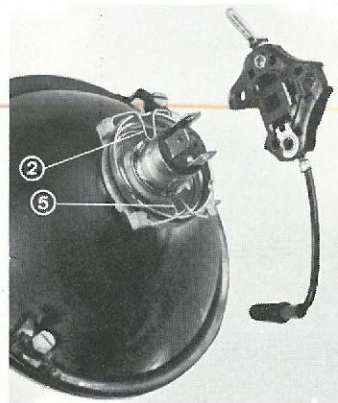

Abb. 4
- Heben Sie das Kontaktstück aus schwarzem Plastik hoch (Abb. 4, Seite 30), welches die Zuführkabel hält, und ziehen Sie es dabei nach hinten.